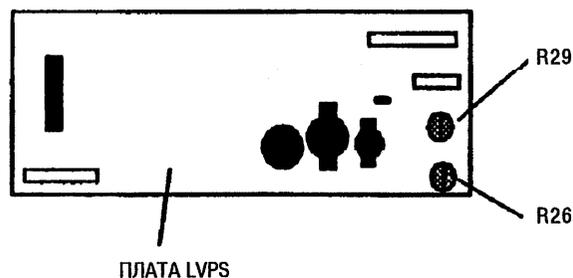

Рис. 1. Настройка напряжения подмагничивания
2. (Рис. 1): Настроить R29 до показаний напряжения -247 до -253 В.